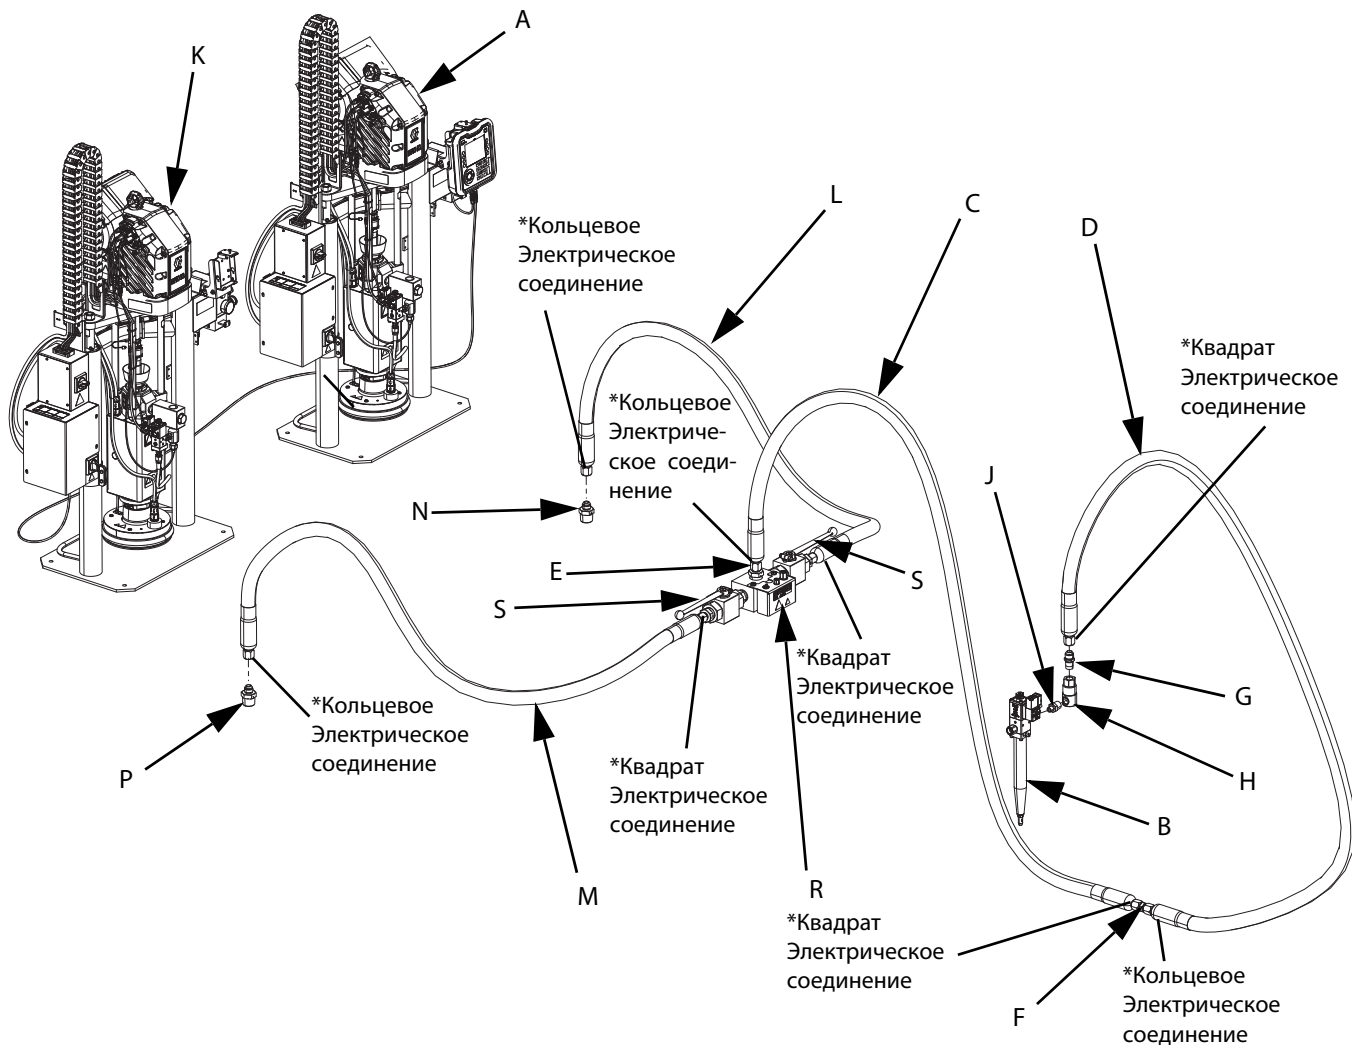

Рис. 2: Тандемная система для нанесения E-Flo iQ
ПРИМЕЧАНИЕ. Рис. 2 показан типовой вариант монтажа системы нанесения E-Flo iQ с тандемным рамным устройством подачи iQ, шлангами, разъемами и раздаточным клапаном iQ. В некоторых вариантах установки, в зависимости от задач системы, необходимость в шланге подачи 2 (D) к раздаточному клапану iQ (B) может отсутствовать.